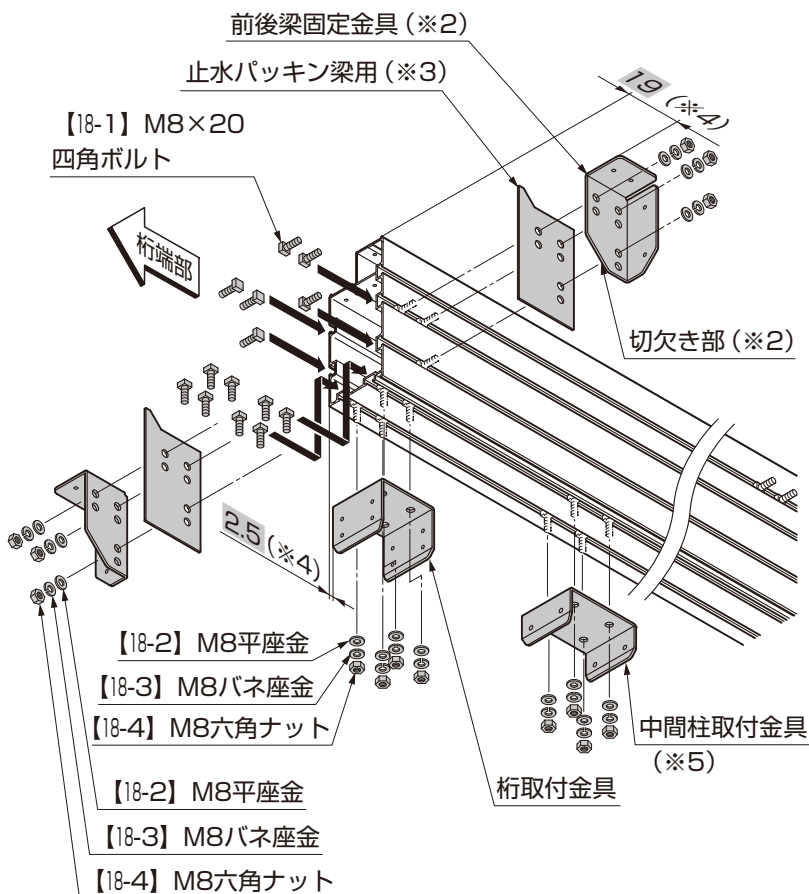

図6-4
- ② 桁側面の溝に【18-1】をスライドしながら入れ、止水パッキン梁用を貼り、【18-2】、【18-3】、【18-4】で前後梁固定金具を固定してください。（図6-4参照）
- ③ 桁底面の溝に【18-1】をスライドしながら入れ、【18-2】、【18-3】、【18-4】で桁取付金具と中間柱取付金具を固定してください。